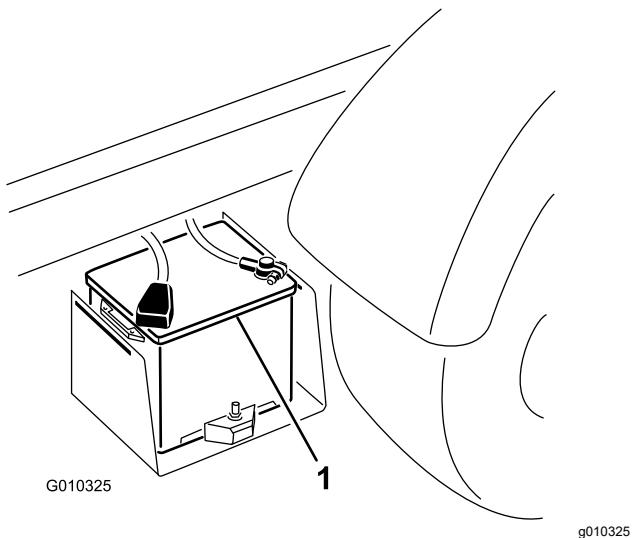

Figura 42
- Conecte un cable de batería entre los bornes positivos de las dos baterías (Figura 42).